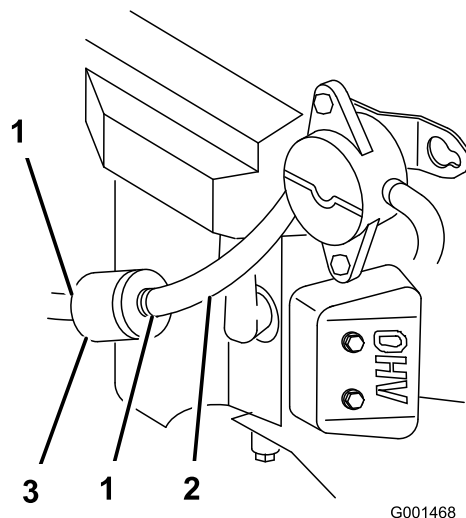

Рисунок 28
3. Закройте клапан отключения подачи топлива на топливном баке (Рисунок 28).
4. Сожмите концы шланговых хомутов и отодвиньте их от фильтра (Рисунок 28).
7. Откройте клапан отключения подачи топлива на топливном баке (Рисунок 28).